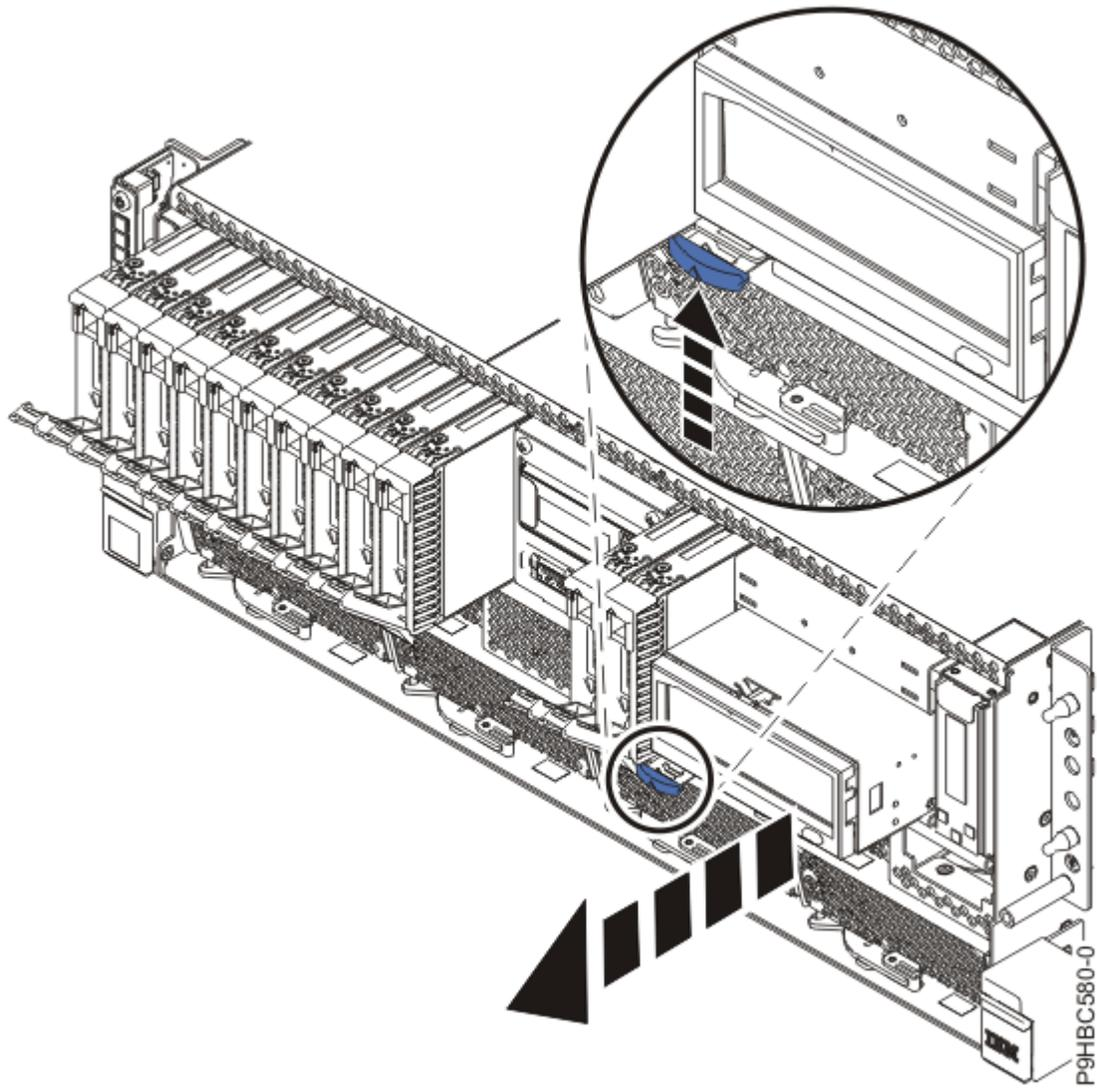

Figura 108. Extracción parcial de la estación de acoplamiento RDX
- a) Empuje el pestillo de la estación de acoplamiento RDX hacia arriba en la dirección de la flecha en la Figura 108 en la página 115.